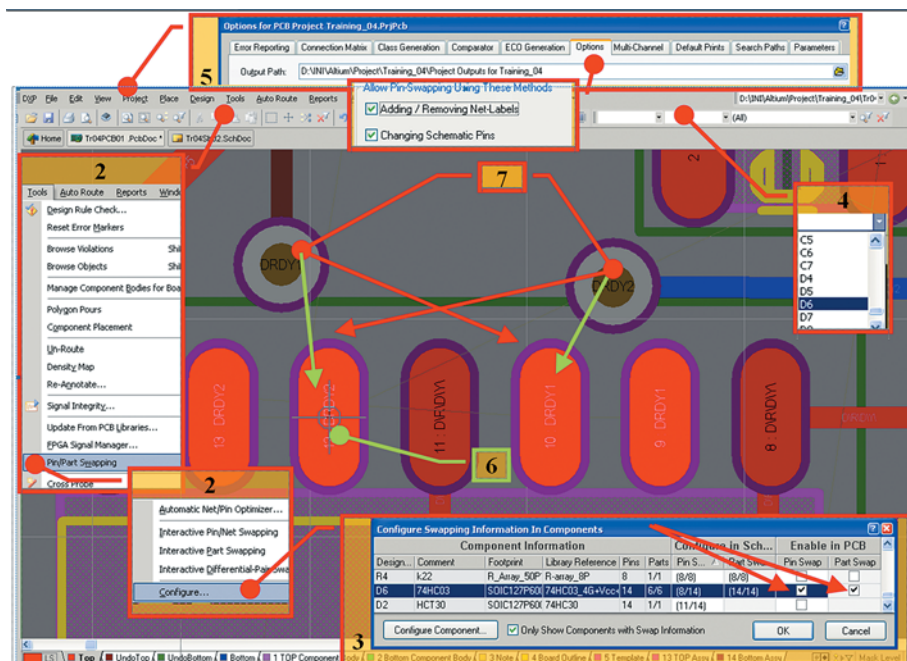

Рис. 39. Пример применения операции SWAP в PCB
1. Откроем PCB проект (рис. 39).